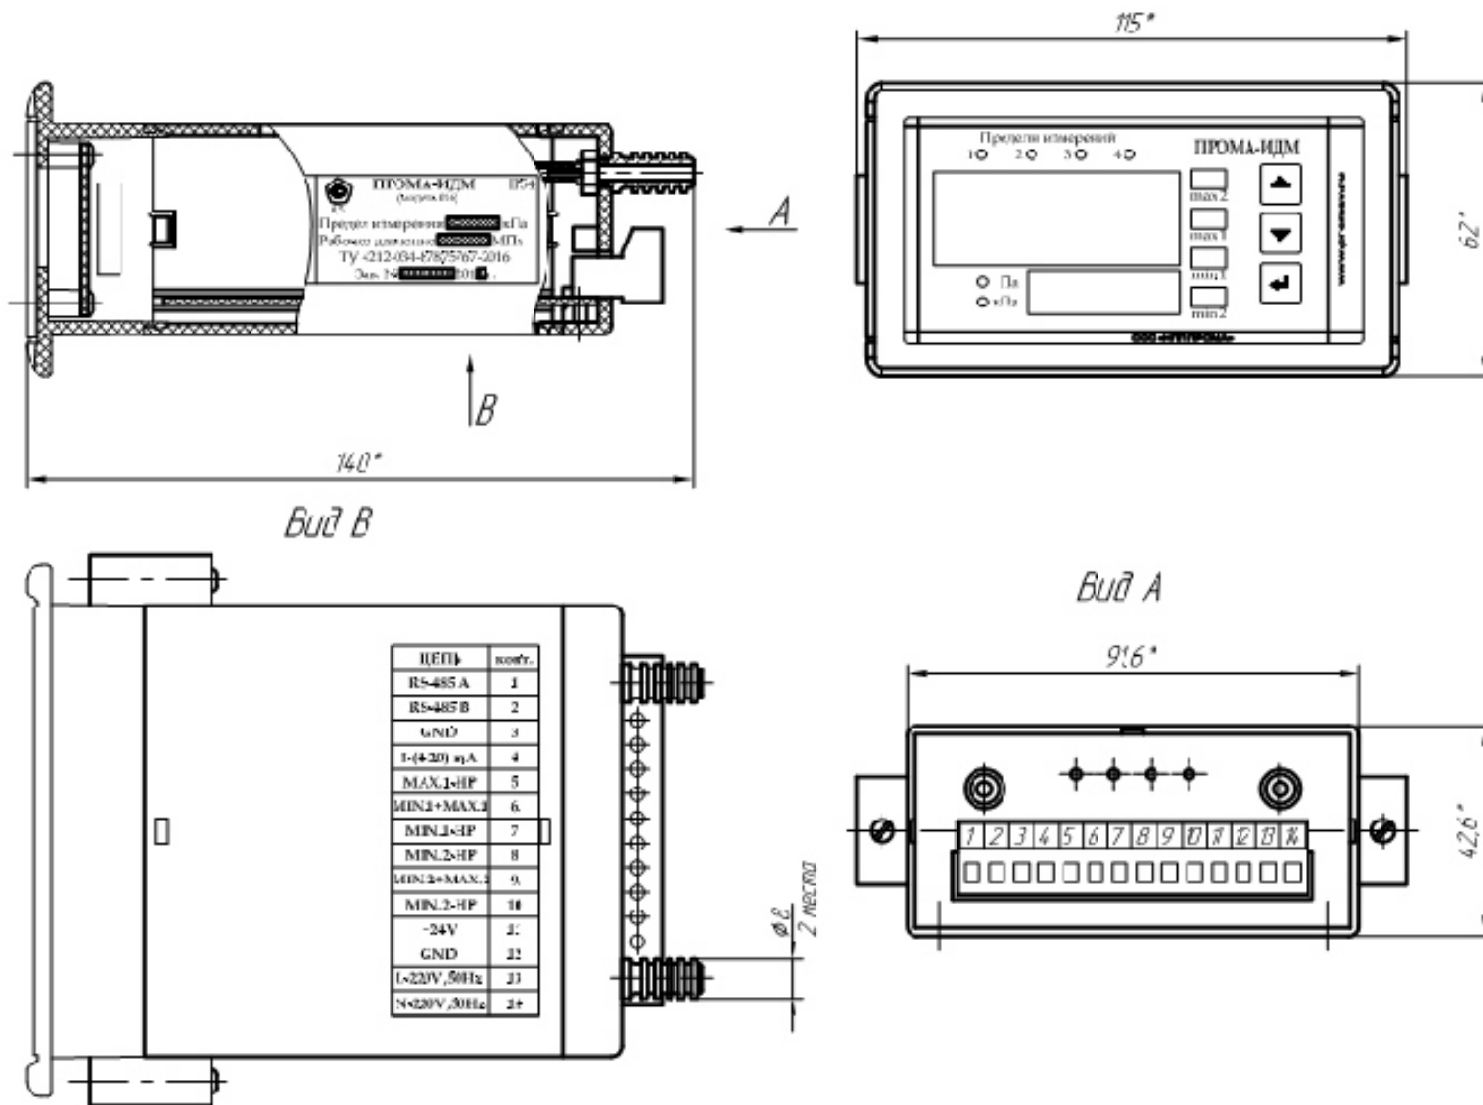

Рис. 1.2. Измеритель ПромА-ИДМ-ДД. Щитовое исполнение. Габаритный чертёж.
- Рис. 1.2. Измеритель Прома-ИДМ-ДД Щитовое исполнение. Габаритный чертеж.